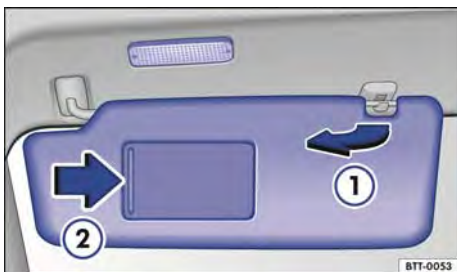

Fig. 77 Para-sol.
- Retirar do suporte e girar na direção das portas → Fig. 77 ①.
No para-sol rebatido para baixo há um espelho de cortesia atrás de uma cobertura. Ao abrir a cobertura → Fig. 77 ② uma lanterna se acende.